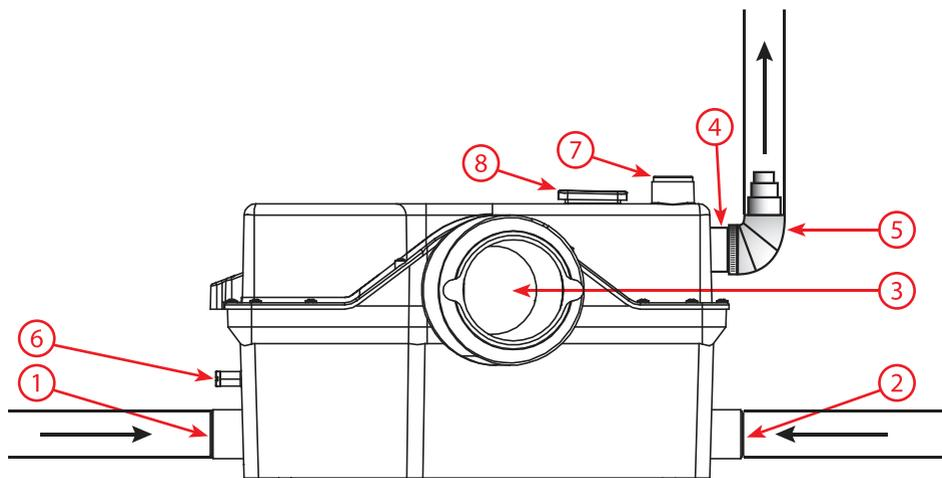

Рис. 1
Сточные воды из унитаза, раковины и душа попадают в приемную камеру через входные патрубки 1,2,3,7 (Рис. 1), пока не достигнут определенного уровня, при котором воздушный включатель 4 (Рис. 2), включает электродвигатель 2 (Рис. 2), который выбрасывает их через выходной патрубок 4 (Рис. 1).
- Установите насос на выбранное место и выньте заглушки из патрубков на насосе к которым будут присоединяться трубы и/или унитаза (рис. 1).
- Установите обратный клапан (пункт 5, рис. 1) идущий в комплекте на выходной патрубок (пункт 4, рис. 1).